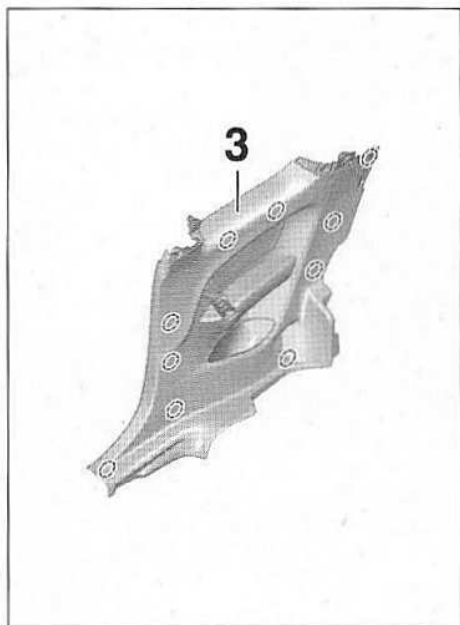

FIG.43
- Dégrafer et déposer la garniture latérale arrière (3) (Fig.43).